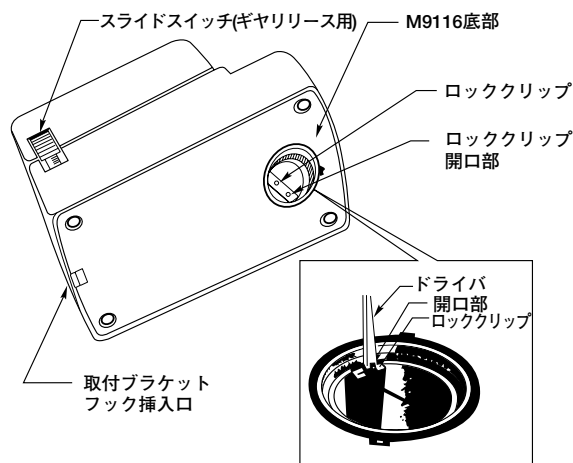

図4. ロッククリップ
- ① ギヤリリース用スライドスイッチを押し下げ、クランプ指針が回転角度90°に一致するまで回します。
- ② 本体底部側からロッククリップの開口部にドライバを差し込み、軽くロッククリップを外した状態でクランプを押し下げ、抜き取ります(図4. 参照)。
- ③ 外したクランプの開度指針を本体カバーの開度目盛70°の位置に合わせ、クランプを本体に挿入します。この際、クランプの歯と本体側の歯が合うように取り付けてください。
- ④ ロッククリップを差し込み、クランプを固定します。
- ⑤ ギヤリリース用スライドスイッチを押し下げ、クランプを回転させ設定回転角度70°でクランプが止まることを確認します。